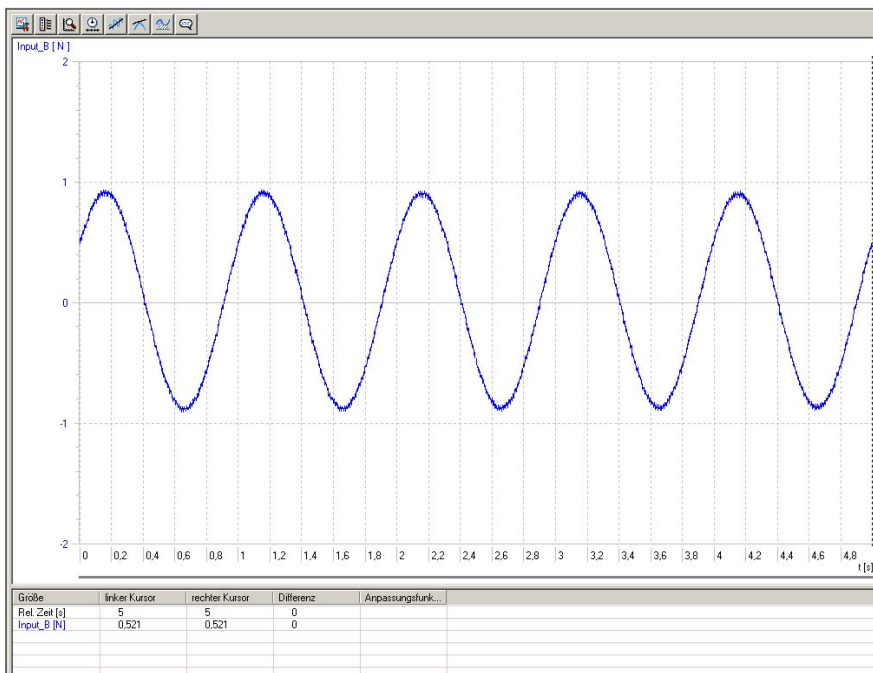

Fig. 2 Représentation à l'écran d'une oscillation faiblement amortie de ressorts et de poids sous 3B NET/lab™ (U11310)
- Dans 3B NETlab™, lancez l'enregistrement de la courbe de mesure (fig. 2).